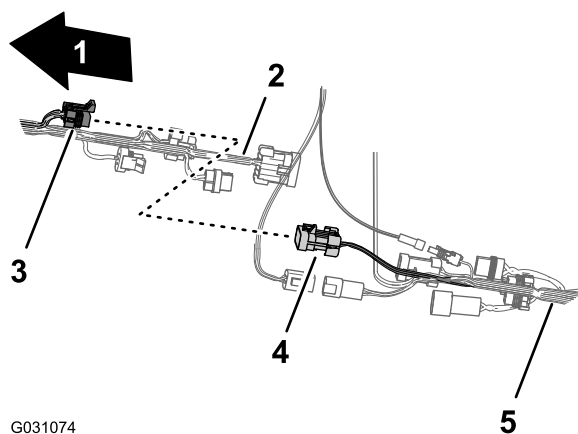

图 88
- 把用于打药车线束互连的前线束 10 插槽接头连接至用于打药车线束互连的后线束 10 针接头 图 88。